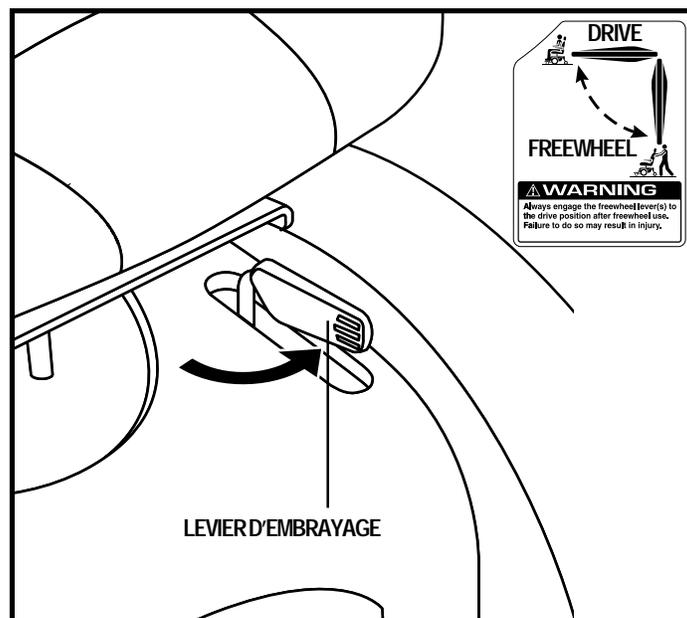

Figure 8. Mode « roues libres » (débrayé)
3. Tournez les leviers vers l'extérieur pour débrayer les moteurs. Voir la figure 8.